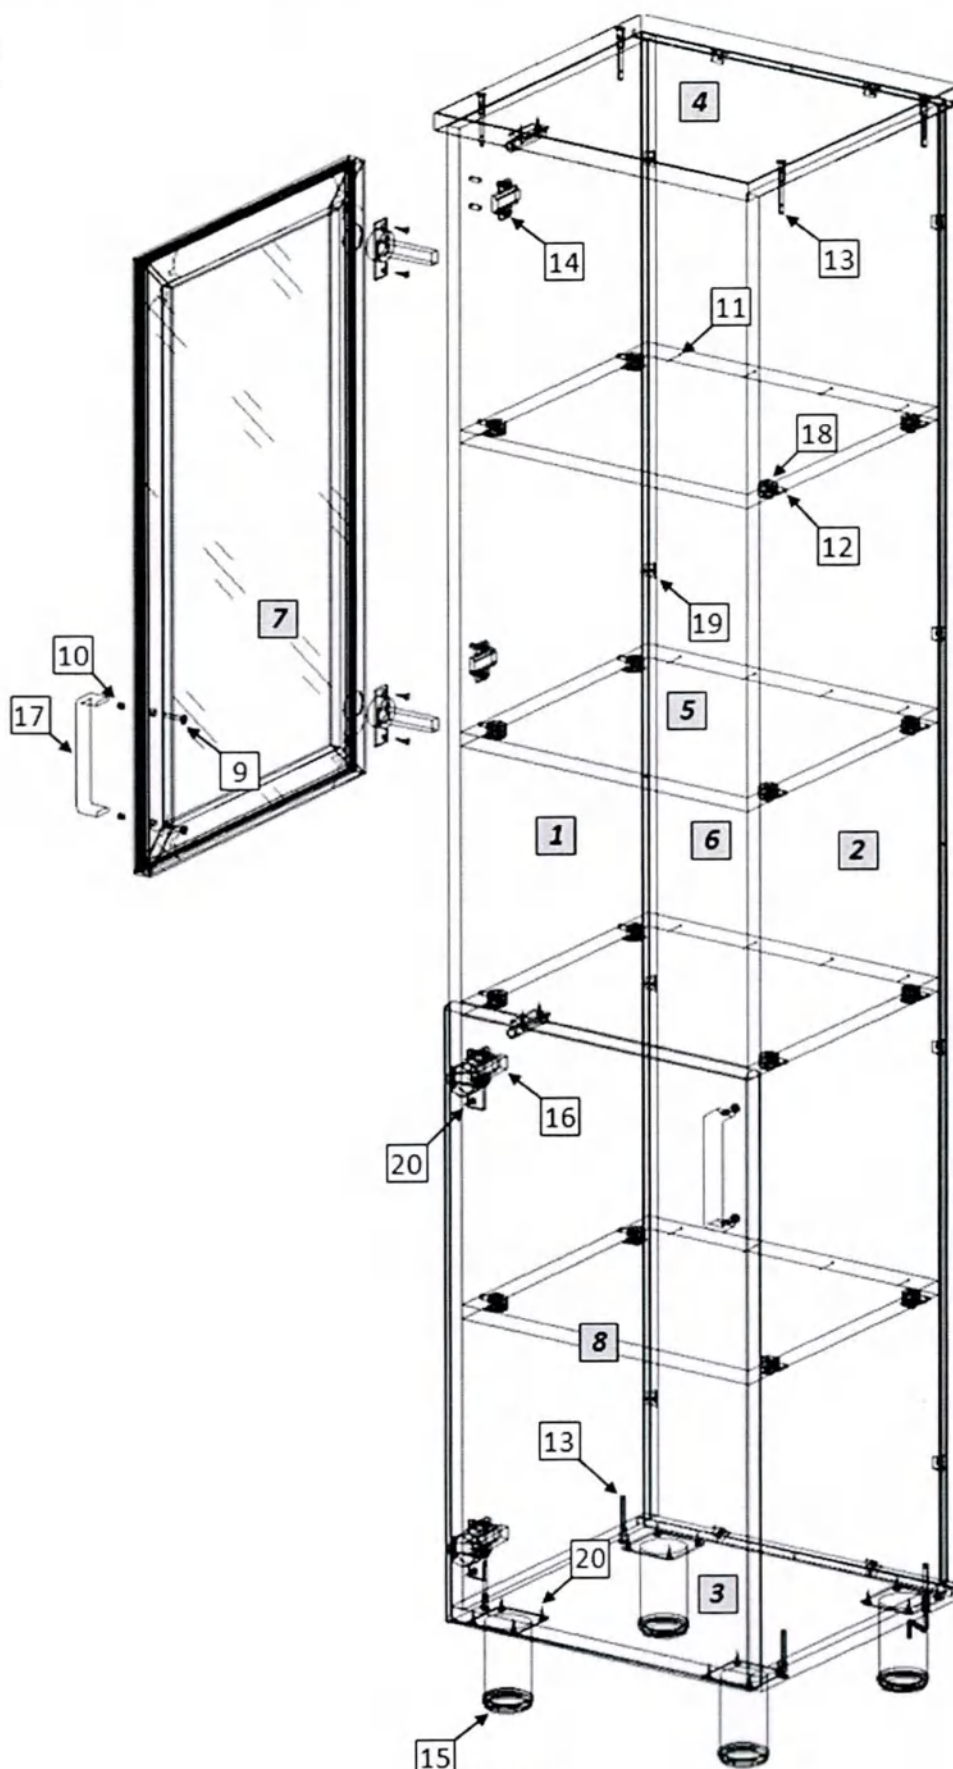

Рис. 1
1. Внимательно ознакомьтесь со схемой сборки, изображённой на рис. 1, сверяясь со спецификацией на изделие. Согласно схеме и спецификации определите расположение деталей в изделии и порядок их сборки. Сборка производится на ровном полу, укрытом материалом, предотвращающим повреждение покрытия пола и деталей мебели. Подготовьте необходимые для сборки инструменты – плоскую и крестовую отвёртки, молоток, рулетку или линейку.
2. На боковых стенках (1,2) установите ввинчиваемые дюбели эксцентриковых стяжек (16). На боковых стенках (1,2,9,10) установите монтажные планки петель (18). На горизонтальных стенках (5) установите эксцентриковые стяжки (22). Евровинтами (17) соедините боковые стенки шкафа (1,2) с горизонтальной нижней стенкой (3) и крышкой (4), боковые стенки антресоли (9,10) с горизонтальной нижней стенкой (11) и крышкой (12), предварительно установив в пазы задние стенки (6,13). Закрепите задние стенки в пазах уголками (23). Установите и закрепите горизонтальные стенки (5), гвоздями (15) зафиксируйте к ним заднюю стенку. На горизонтальной нижней стенке (3) шурупами (24) закрепите опоры (19).
3. На дверях (7,8,14) шурупами 4x16 (24) закрепите петли (20); установите ручки (21). Закрепите двери к боковым стенкам. При необходимости отрегулируйте положение дверей винтами петель. На видимые головки евровинтов установите заглушки (25).